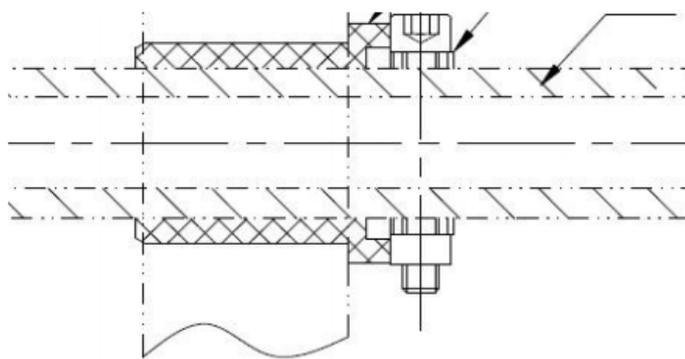

Рисунок 1.28 – Проверка зазора
- 1) Проверка зазора: проверьте торцевую поверхность и поверхность прижимной пластины (рис. 1.28). Если между ними есть зазор необходимо закрутить сильнее болт.